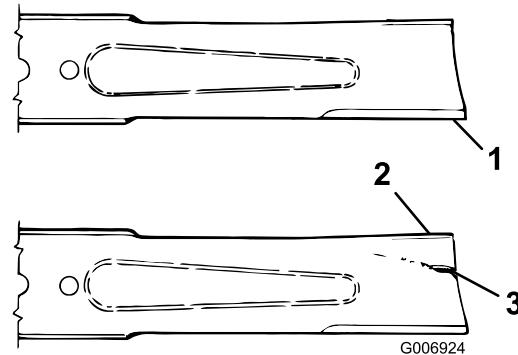

Figura 66
- Examine cuidadosamente as extremidades da lâmina, prestando especial atenção à zona onde se encontram as partes curvas e planas da lâmina (Figura 66).
- Se verificar que esta zona se encontra desgastada (Figura 66), substitua a lâmina; consulte Manutenção da plaina da lâmina (página 54).